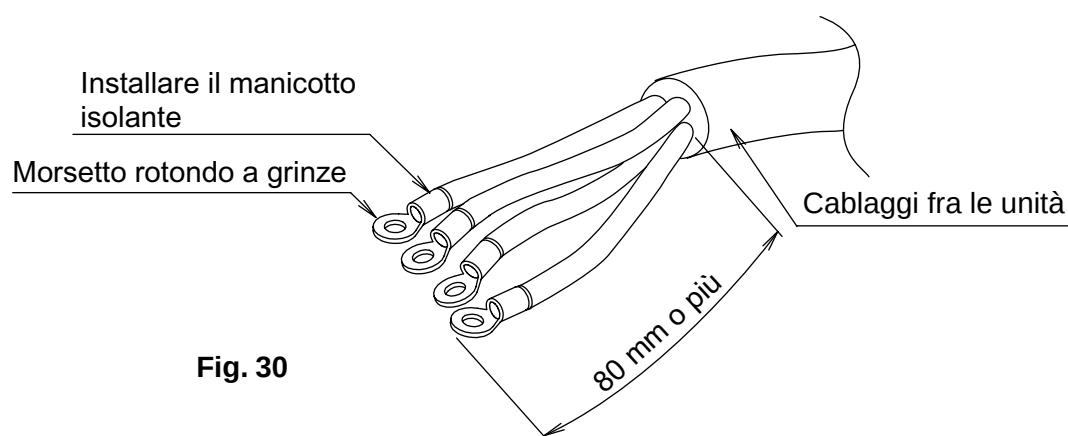

Fig. 30
- Lasciare abbastanza gioco ai fili che si trovano tra la fascetta (4) e la morsettieria di alimentazione elettrica. (Usare la Fig. 30 come guida e lasciare almeno 80 mm per rimuovere la guaina.)
- Rimuovere il coperchio della cassetta della morsettieria, introdurre i fili all'interno attraverso il foro e collegarli alla morsettieria del telecomando (6P, priva di polarità). Fissare saldamente il cavo del telecomando mediante la fascetta (4) in dotazione.
- Lasciare abbastanza gioco ai fili che si trovano tra la fascetta (4) e la morsettieria per telecomando.
- Dopo il collegamento, installare l'elemento sigillante (12).
Spelare di almeno 80 mm la guaina del filo elettrico che collega le unità. **(Fare riferimento alla Fig. 30)**